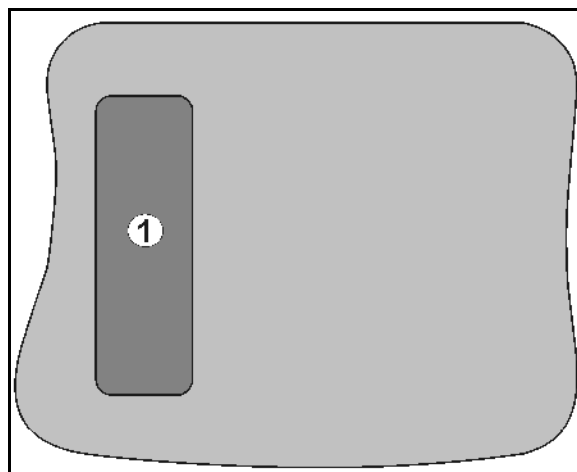

Рис. 9
- На обратной стороне терминала находится кнопка Shift  (Рис. 9/1).